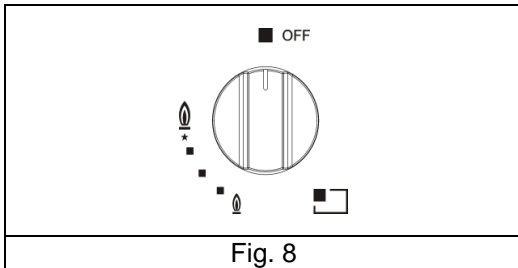

Fig. 8
1. Allumez le brûleur et tournez la manette correspondante sur la position "débit réduit" (petite flamme fig. 8 page 28).
Un symbole est présent à côté de chaque manette sur le panneau de commande de votre table de cuisson. Ce symbole indique à quel brûleur correspond la manette de commande en question. Après avoir ouvert l'arrivée de gaz ou le robinet de la bouteille à gaz, allumez les brûleurs comme indiqué ci-dessous : Les manettes de commande des brûleurs sont équipées d'un dispositif d'arrêt d'urgence. Elles doivent être tournées dans le sens inverse des aiguilles d'une montre jusqu'à atteindre la position de débit maximal (représenté par une grande flamme, Fig. 8) jusqu'à butée. Puis appuyez sur la manette. Le brûleur s'allume en deux ou trois secondes. Continuez d'appuyer en tournant vers la position de débit minimal (représenté par une petite flamme, Fig. 8) pour régler la flamme. En cas de sortie accidentelle d'une flamme, arrêter le brûleur et attendre au moins 1 minute avant de rallumer.
- Lorsque le contenu d'une casserole bout, baissez la flamme au minimum (représenté par une petite flamme, Fig. 8).
- Les brûleurs ne s'allument que lorsque la commande correspondante est réglée sur la position de débit maximal (représentée par une grande flamme, Fig. 8).